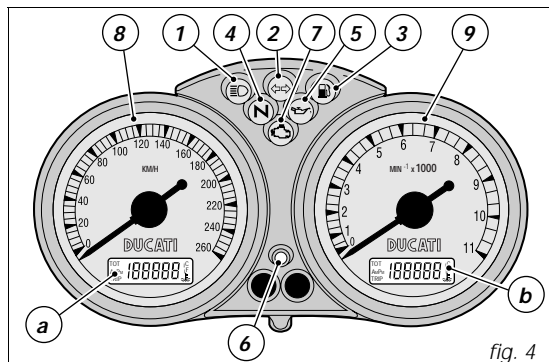

fig. 4
Tableau de bord (fig. 4)
Cette procédure permet donc à l'usager, en cas de problèmes à l'antidémarrage électronique, de désactiver la fonction "blocage du moteur" signalée par l'allumage du témoin jaune ambre EOBD (7, fig. 4).
- 1) *Positionnez la clé de contact sur ON, puis tournez à fond la poignée des gaz et tenez-la tournée. Le témoin EOBD (7, fig. 4) s'éteint après une durée préfixée de 8 secondes.*
- 4) *Comptez un nombre de clignotements du témoin EOBD (7, fig. 4) équivalent au premier chiffre du code secret. Ouvrez complètement la poignée des gaz pendant 2 secondes, et ensuite relâchez-la. L'introduction d'un chiffre est ainsi effectuée et reconnue et le témoin EOBD s'allume et reste dans cet état pendant un temps préétabli de 4 secondes. Répétez cette opération jusqu'à l'introduction du dernier chiffre du code. Au cas où l'on n'utiliserait pas la poignée des gaz, le témoin EOBD clignotera 20 fois, puis il s'allumera et restera fixe ; il faudra répéter la procédure à partir du point (1).*
- 6) *Si le code introduit N'est PAS exact, le témoin EOBD demeure allumé et, la clé sur OFF, l'on peut répéter les opérations à partir du point (1) pour un nombre de fois illimité.*
- 1) si le code est reconnu, le témoin (6, fig. 4), placé sur le tableau de bord, produit un bref clignotement ; le système de protection a saisi le code de la clé et désactive le blocage du moteur. En appuyant sur le bouton START (2, fig. 13), le moteur se met en route.
- 2) si le témoin (6, fig. 4) ou le témoin EOBD (7, fig. 4) demeurent allumés, le code n'a pas été saisi. Dans ce cas, il est conseillé de remettre la clé dans la position OFF et ensuite à nouveau dans la position ON ; si le blocage persiste, essayez à nouveau avec l'autre clé noire en dotation. S'il est encore impossible de faire démarrer le moteur, faites appel au réseau d'assistance DUCATI.
- 3) Si le témoin (6, fig. 4) continue de clignoter, cela signifie qu'un signal du système antidémarrage électronique a été rétabli (par exemple avec la procédure de déblocage au moyen de la poignée des gaz). Tournez la clé sur OFF et ensuite sur ON pour rétablir le fonctionnement normal du témoin antidémarrage électronique (voir point 1).